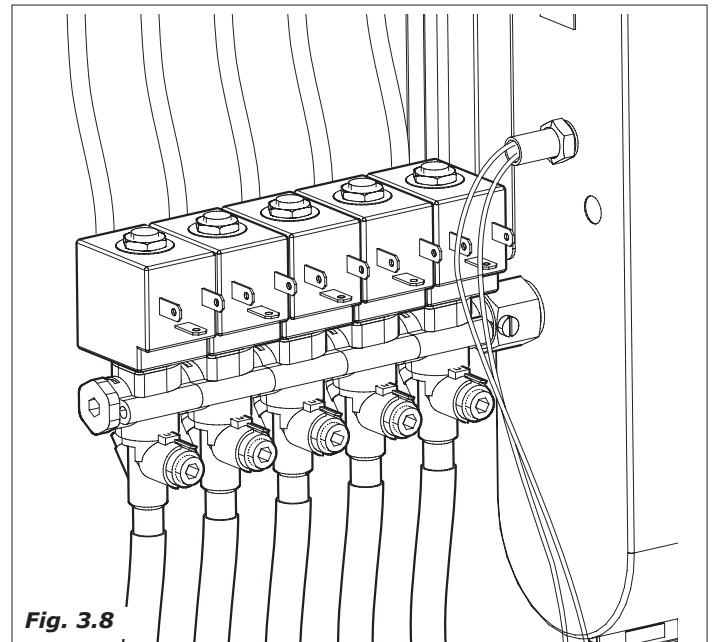
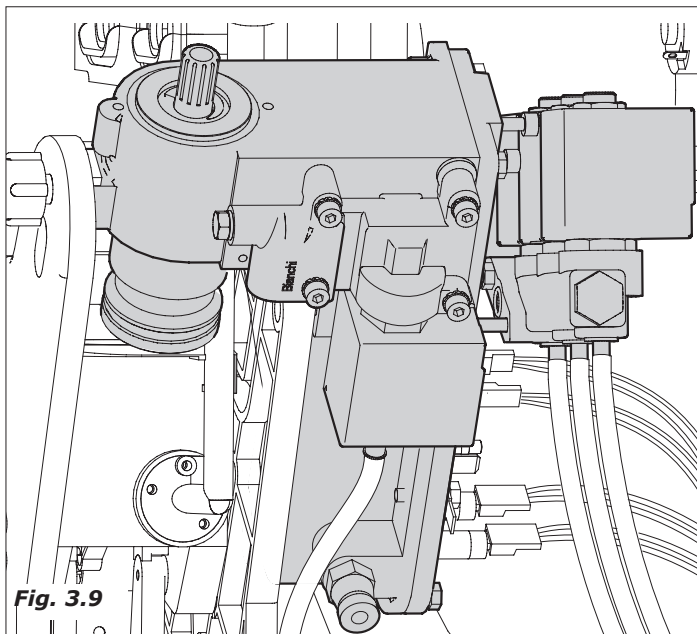

Fig. 3.8
Fig. 3.9
- a eletroválvula fixada sobre o tanque soluveis (Fig.3.8) ou sobre o tanque café (Fig.3.9) ativa-se para introduzir no misturador a quantidade de água selecionada; ativa-se a bomba que distribue a quantidade de água selecionada, e controlada pelo aposito dispositivo eletrônico (contador volumetrico), puxando no tanque café (Fig. 3.13).